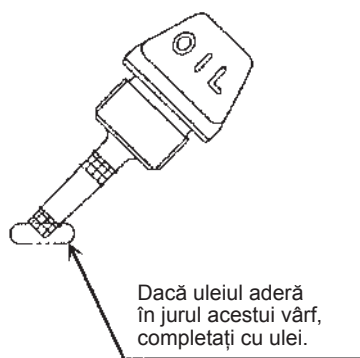
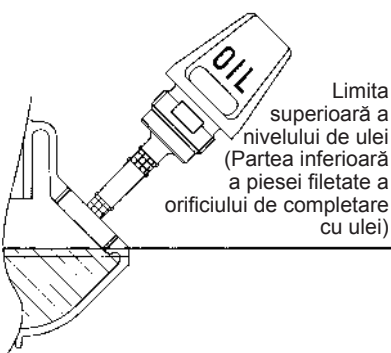

Fig. 1
Fig. 2
- În timp ce mențineți motorul drept, scoateți joja de ulei și verificați că uleiul se află între marcasele de limită superioară și inferioară. Când uleiul este puțin astfel încât joja de ulei atinge uleiul doar cu vârful, în special când joja de ulei rămâne introdusă în carter fără a fi înșurubată (Fig. 1), completați cu ulei nou până aproape de orificiu (Fig. 2).
(1) Țineți motorul drept, și scoateți joja de ulei.
(2) Completați cu ulei până la marginea orificiului de completare cu ulei. (Consultați Fig. 2).